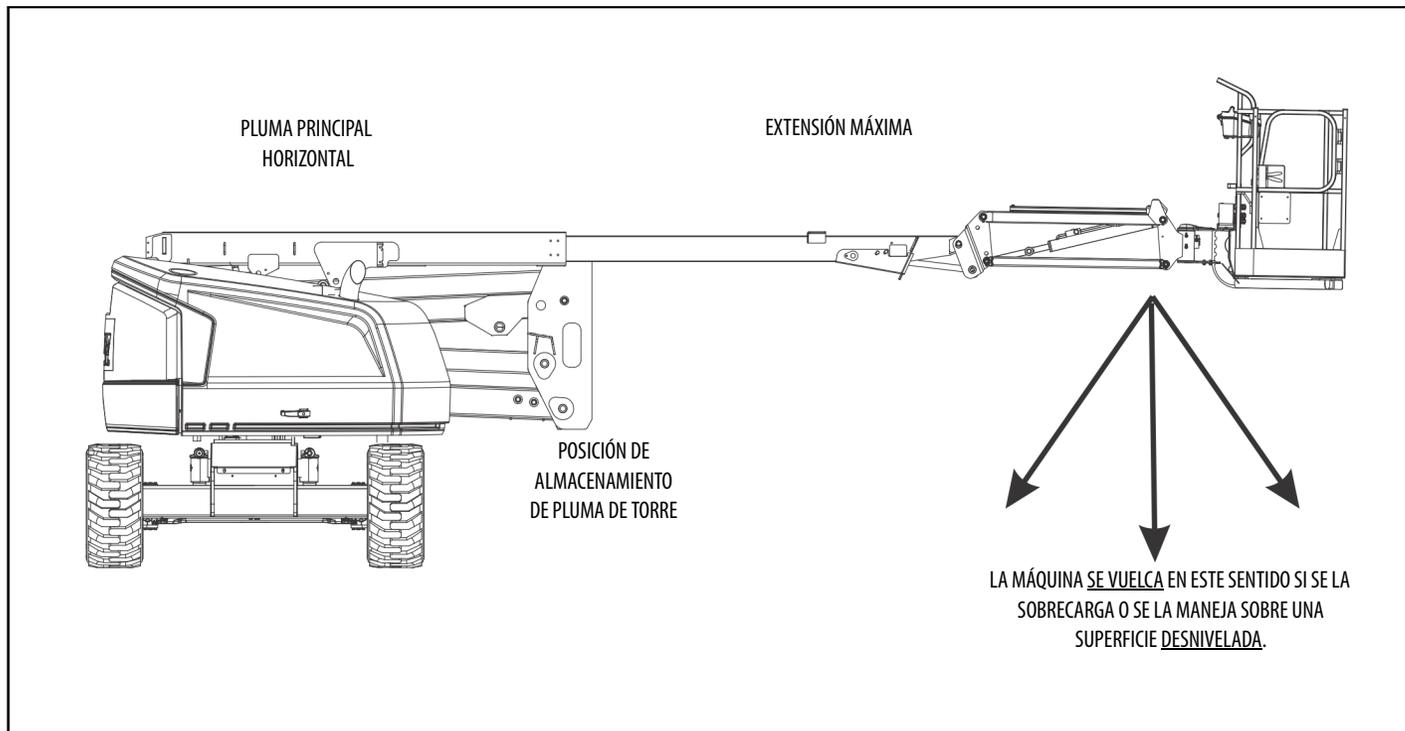
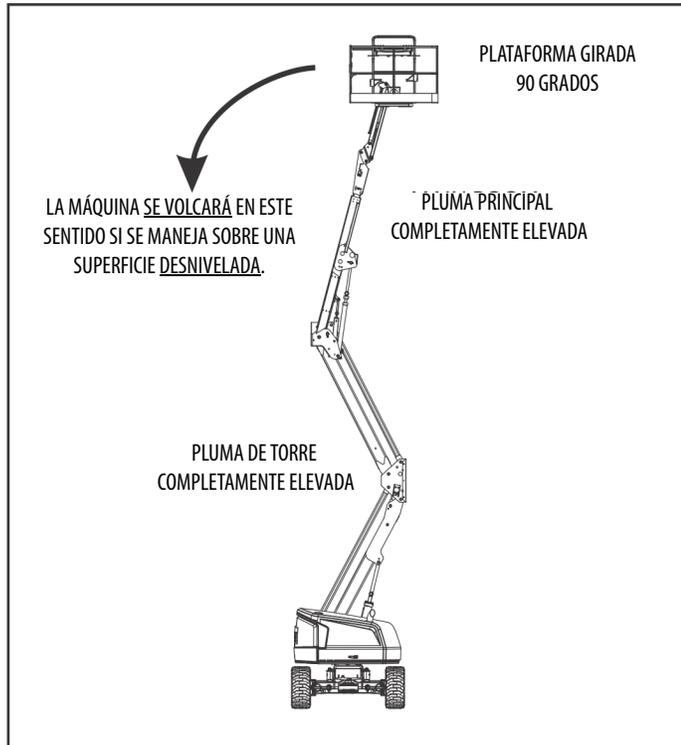

Figura 4-1. Posición de estabilidad delantera mínima
Figura 4-2. Posición de estabilidad trasera mínima
La estabilidad de la máquina depende de dos (2) condiciones, las cuales se denominan estabilidad DELANTERA y estabilidad TRASERA. La posición de la máquina que ofrece la estabilidad DELANTERA mínima se ilustra en Figura 4-1.; la posición que ofrece la estabilidad TRASERA mínima se ilustra en Figura 4-2.